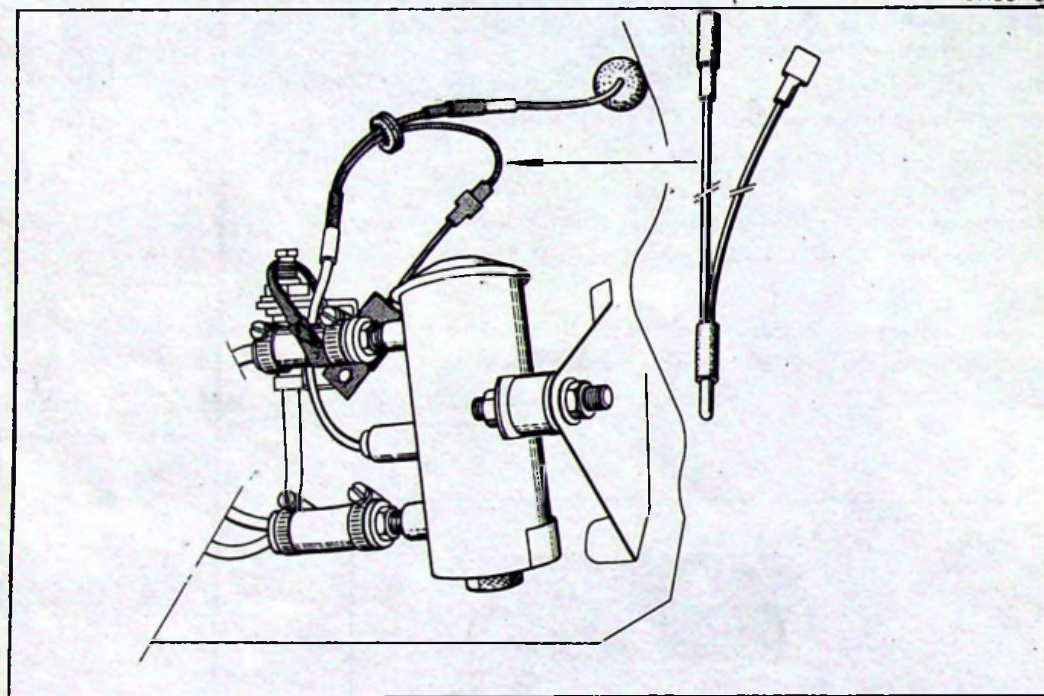

Fig. 2
- confectionner un fil en Y intermédiaire et le connecter comme indiqué fig. 2